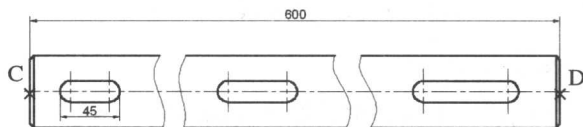

图 1.1.21 创建跃过断面符号的线性标注
(2) 创建跃过断面符号的线性标注。选择下拉菜单 **标注(N)** → **线性(L)** 命令，分别单击如图 1.1.21 所示的 C、D 两点，在命令行中输入 T 并按回车键，输入 600 后按回车键，在绘图区的空白区域单击一点，以确定尺寸放置的位置。